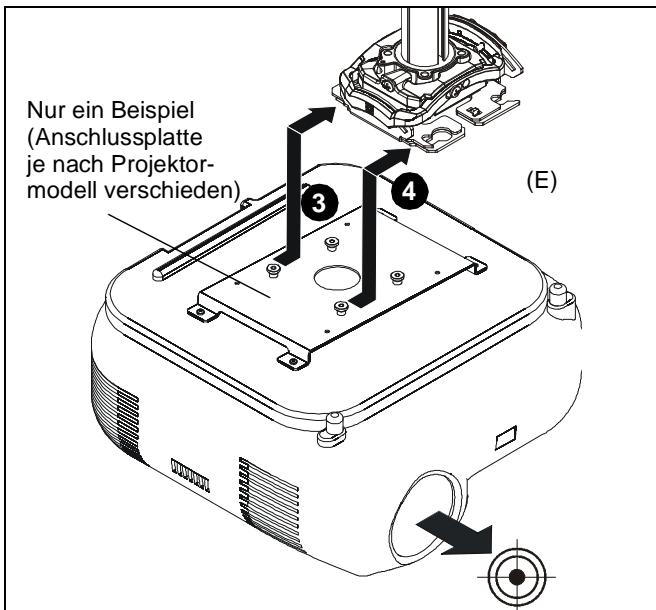

Abb. 14
2. Richten Sie den Projektor mit der Anschlussplatte aus. (Siehe Abb. 14)
3. Halten Sie den Projektor so, dass die Schrauben mit den Flügelmuttern nach den Montageschlitzten in der Montagebasis ausgerichtet sind. (Siehe Abb. 14)
4. Schieben Sie den Projektor mit der Anschlussplatte in die Montageschlitzte der Montagebasis, bis sich die Schrauben am hinteren Ende der Schlitzte befinden. (Siehe Abb. 14)